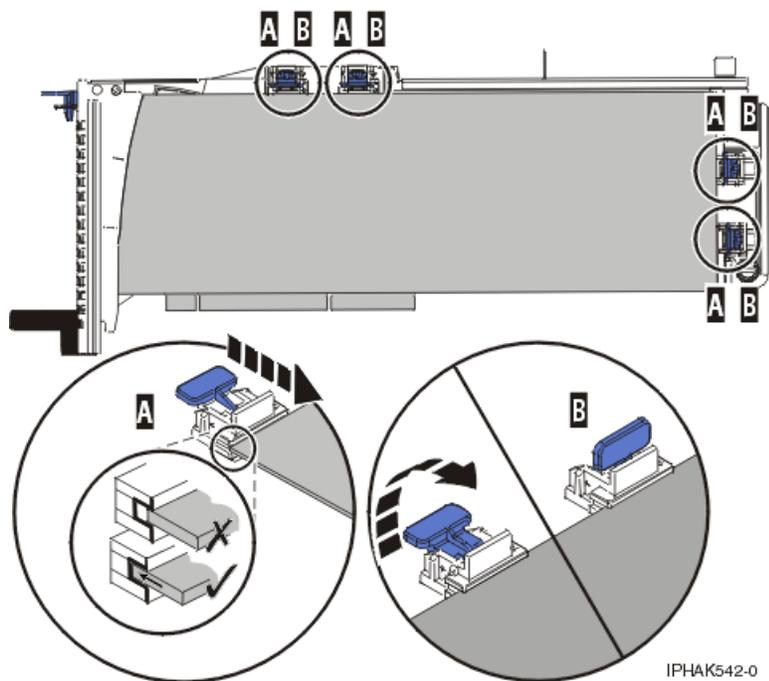

Figure 46. Carte longue dans la cassette de cartes PCI avec supports et stabilisateur en place
- 3) Placez et verrouillez les crochets de retenue (B) (voir figure 46, à la page 63).